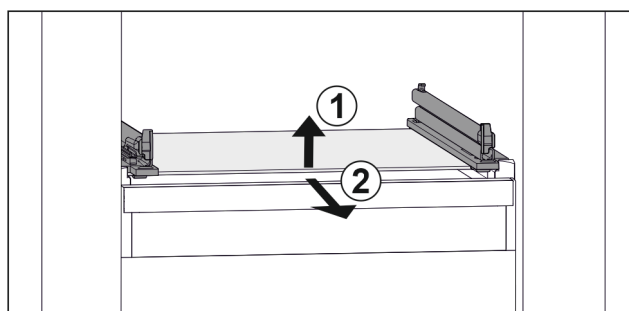

Fig. 111 Příklad znázornění skleněné desky
- ▶ Nadzvedněte skleněnou desku vpředu. Fig. 111 (1)
- ▶ Vyjměte skleněnou desku dopředu. Fig. 111 (2)